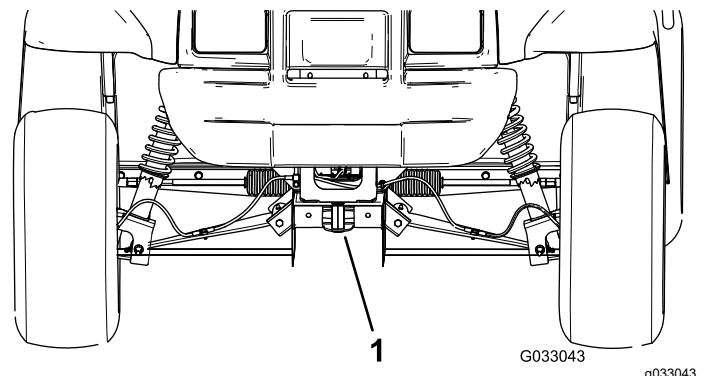
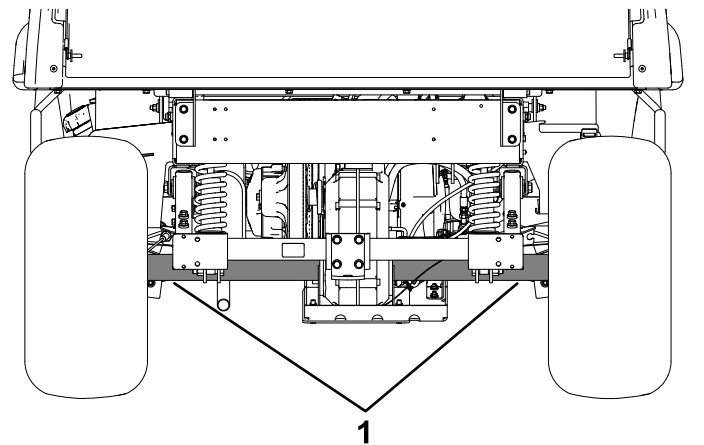

Figure 17
Figure 18
L'emplacement des points d'arrimage sur la machine est indiqué à la Figure 17 et la Figure 18.
2. Attachez un câble de remorquage à la flèche d'attelage à l'avant du cadre de la machine (Figure 17).